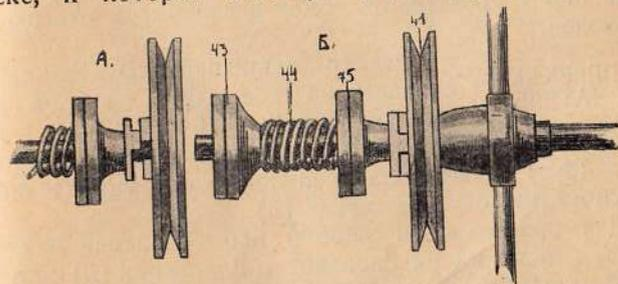

Рис. 8. Фрикционное приспособление нижнего наматывателя.
Во время работы аппарата диаметр ленты на катушке все время меняется (увеличивается), и, следовательно, степень натяжения фильма тоже должна меняться (увеличиваться), что, в лучшем случае, портит бы края ленты (перфорацию). И вот, чтобы этого не случилось, шкив на ось наматывателя насажен не наглухо, а может свободно вращаться. Силу натяжения ленты на барабане можно регулировать, для чего служат: гайка на конце оси (43) и пружина (44), (см. рис. 8).